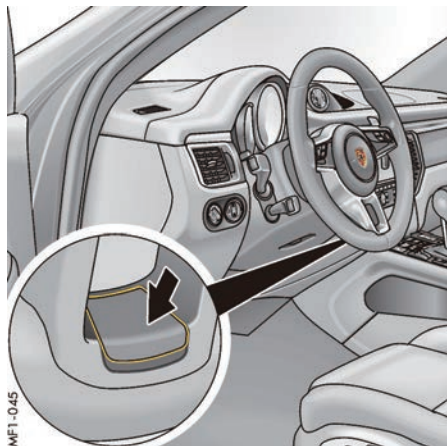

图 109: 加热式方向盘按钮
- ▶ 按住中央方向盘轮辐（图 109）上的按钮，直至多功能显示器上短时间显示信息**方向盘加热功能已开启**或**方向盘加热功能已关闭**。